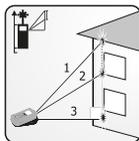

**Figura 38** - Medição através do Teorema de Pitágoras com adição
- 4- A partir do ponto fixo central, posicione o equipamento na horizontal e incline o ponto de laser até atingir o topo do objeto (ponto 1 na figura 38);
- 7- Uma linha diagonal inferior ficará oscilando no visor, indicando que o ponto a ser medido é o inferior (ponto 2 na figura 38);
- 10- A linha horizontal estará oscilando no visor, indicando que a medida a ser calculada é a central, onde o equipamento estava posicionado para medir as diagonais (ponto 3 da figura 38);